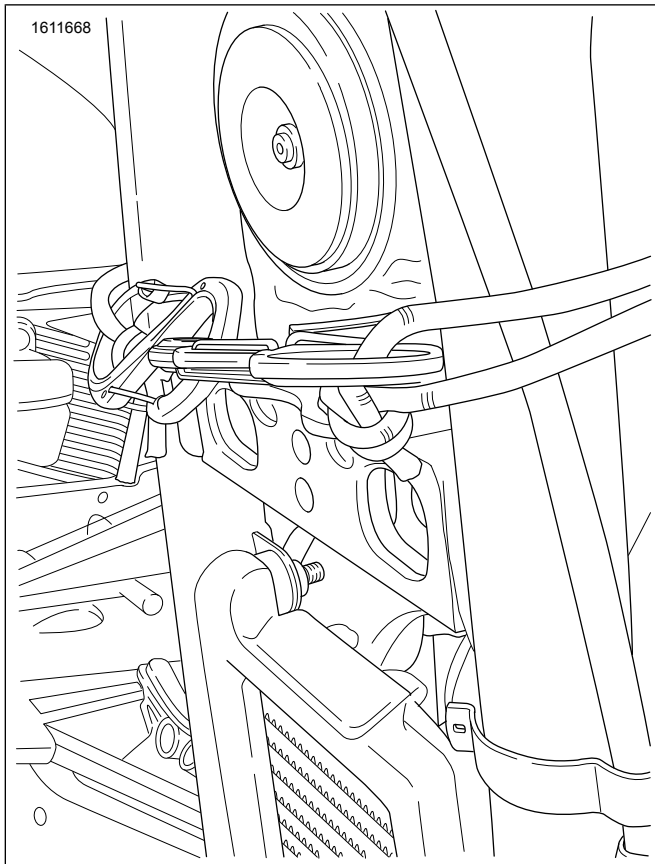

Figure 4. Tube descendant sous les points d'attache de la colonne de direction
3. Voir la figure 4. Fixer les uns aux autres les cordons élastiques avant sous la tête de direction. Utiliser des attaches plastique.